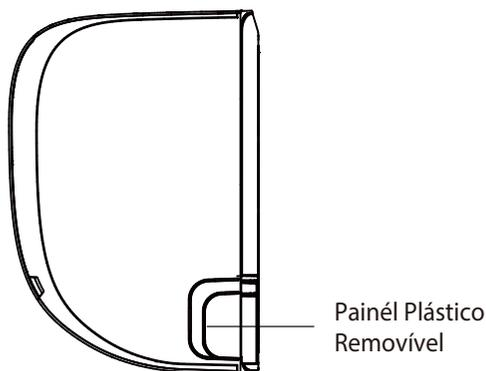

Fig. 3.3
2. Se o furo na parede estiver atrás da unidade, mantenha o painel amovível no sítio. Se o furo na parede estiver na lateral da unidade interior, retire o painel plástico amovível da lateral da unidade. (ver Fig. 3.3). Assim irá deixar uma abertura que permite ligar a tubagem à saída da unidade. Use um alicate para remover este painel plástico, é difícil de remover apenas com o uso das mãos.